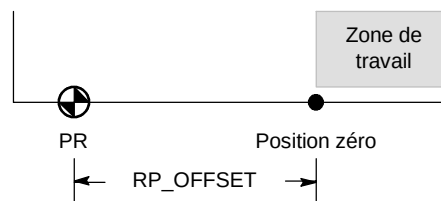

Figure 9-15 Relation entre le point de référence et la position zéro
- ❑ L'assistant de commande de positionnement fournit des options de point de référence évoluées qui vous permettent d'indiquer un décalage du point de référence (RP_OFFSET), qui est la distance du point de référence à la position zéro (voir figure 9-15).